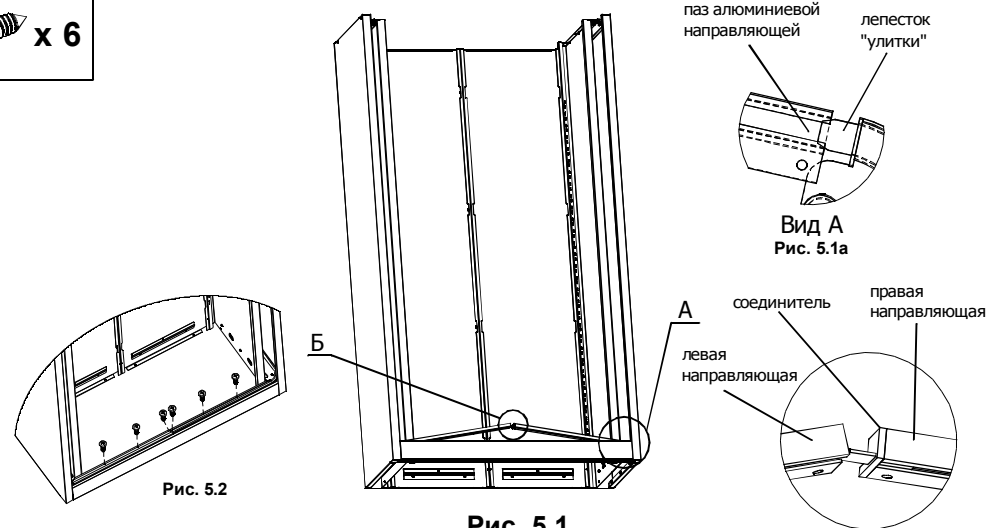

Рис. 5.1
1. Возьмите алюминиевую направляющую, правый торец ее заведите так, чтобы лепесток "улитки" вошел в паз алюминиевой направляющей. (См. Рис.5.1а)